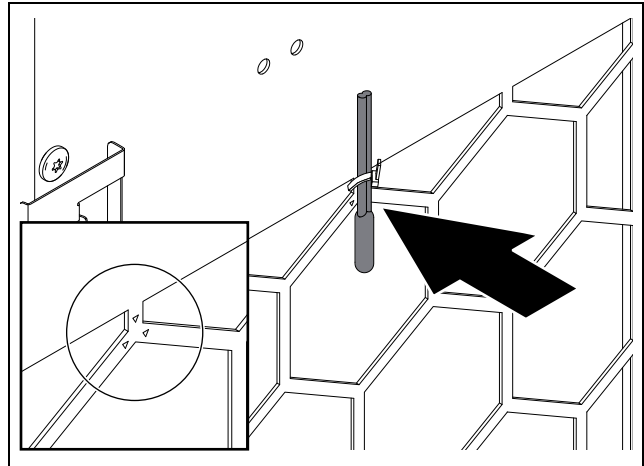

Abb. 52: Temperaturfühler vor Kaltluftaustritt (beispielhafte Darstellung)
- Bringen Sie den Temperaturfühler mit einem Kabelbinder an der Markierung vor dem Kaltluftaustritt des Kühlgeräts an (Abb. 52).